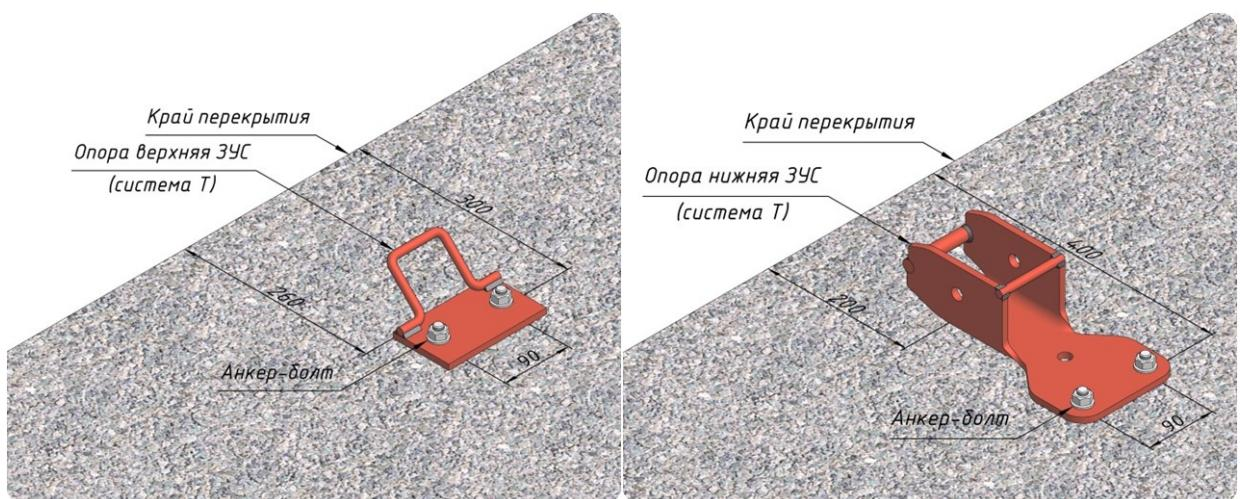

Рисунок 1
2. Разметка и сверление отверстий в перекрытиях. Разметка мест установки опор на междуетажных перекрытиях производится с использованием рулетки или метра складного, после чего перфоратором сверлятся отверстия на глубину 90 мм диаметром 14 мм. Далее устанавливают и закрепляют опоры на перекрытии с помощью анкерных болтов (рис. 1);